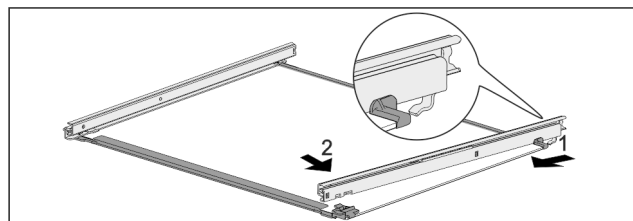

Fig. 123 Glasplatte mit Schienen
- Schiene hinten einhängen. Fig. 123 (1)
- Schiene vorne einrasten. Fig. 123 (2)